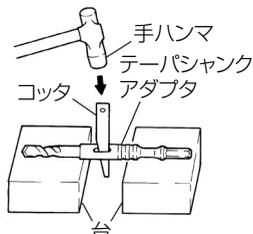

図 15
- (1) テーパーシャンクアダプタにテーパシャンク付ドリルビットを取付けます。
- (2) スイッチを入れ、穴あけ深さ表示溝まで穴をあけます。
- (3) スポイトで掃除した後、アンカーの先端にプラグを付け、手ハンマなどで打込みます。
- (4) テーパーシャンク付ドリルの取りはずしは、テーパシャンクアダプタの長穴部分にコッタを入れ、下に台を置いてコッタの頭を手ハンマでたたいてはずします。（図 15）